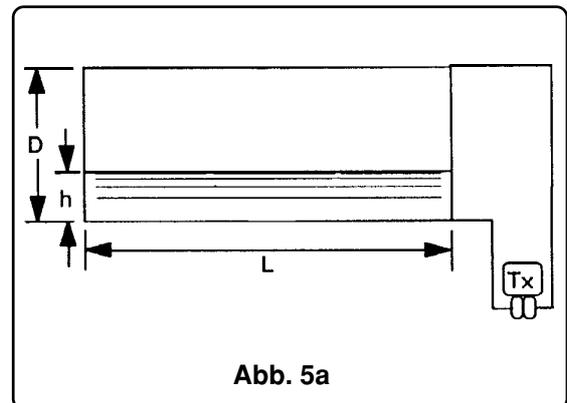

Abb. 5a
a) Zylindrische Behälter mit flachen Böden (nicht häufig verwendet, siehe Abb. 5a). Der Messumformer misst die gesamte Höhe des Behälters. Das folgende Polynom ergibt die Fläche des Querschnitts abhängig von der Höhe h (Füllstand der Flüssigkeit im Behälter):